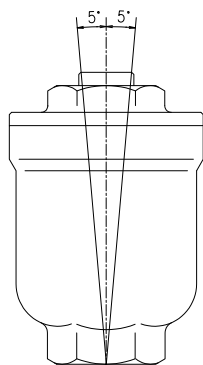

図2
5. 出口側は、排液容器・排水溝等に至る安全な箇所まで配管してください。ただし出口配管は、水中に入れないでください。ごみ等を含む水を吸い込んで故障の原因になります。(図2)